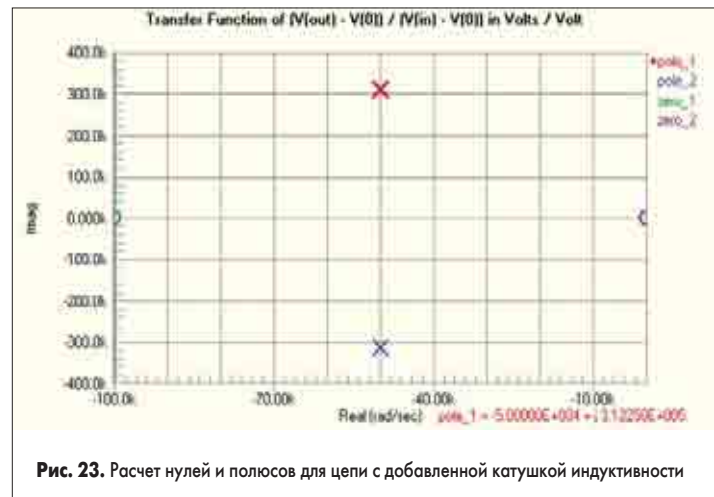

Рис. 23. Расчет нулей и полюсов для цепи с добавленной катушкой индуктивности
26. Щелкнем левой кнопкой мыши на имени найденного нуля. В правом нижнем углу будет показано его точное численное значение в комплексном виде $-5 \times 10^4 + j3,1225 \times 10^4$ (рис. 23).